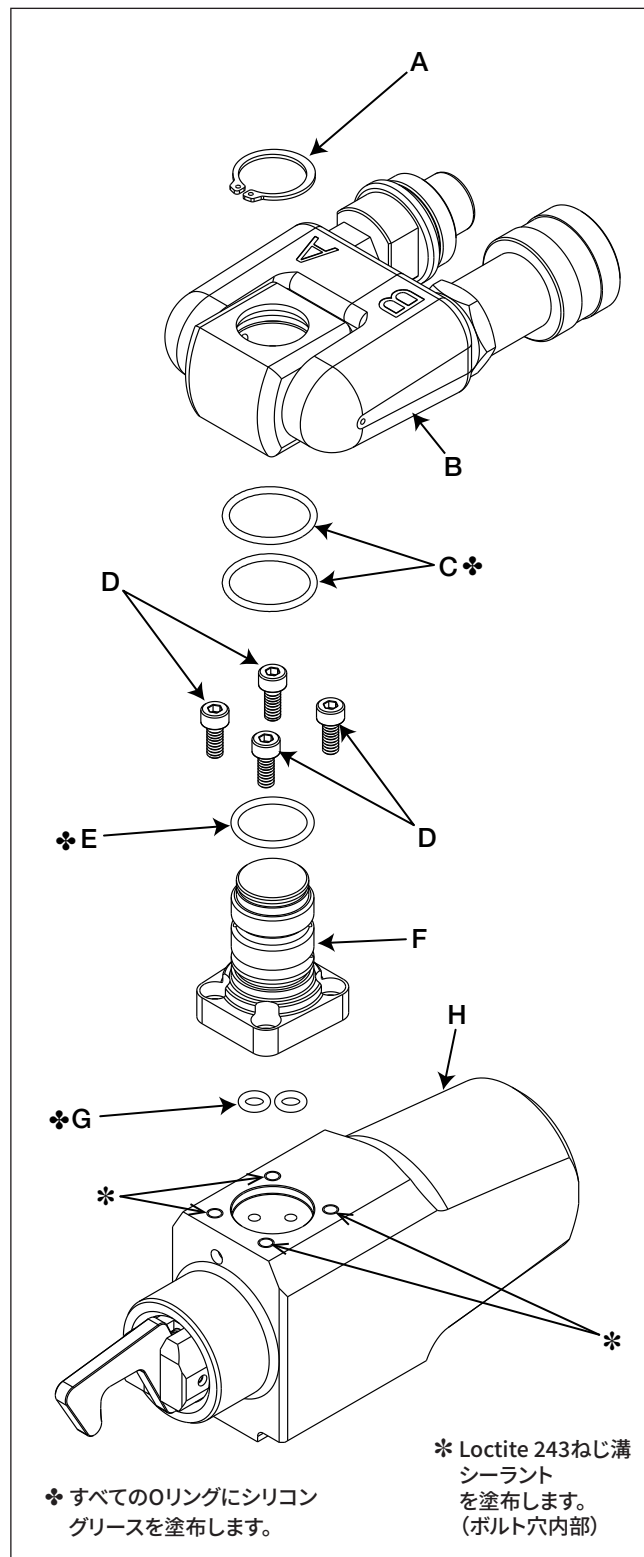
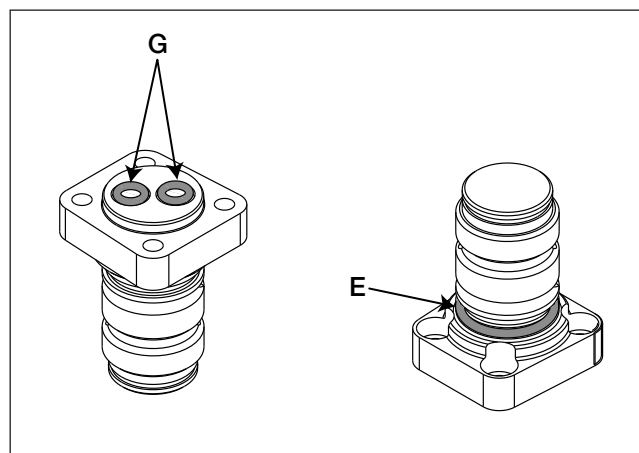
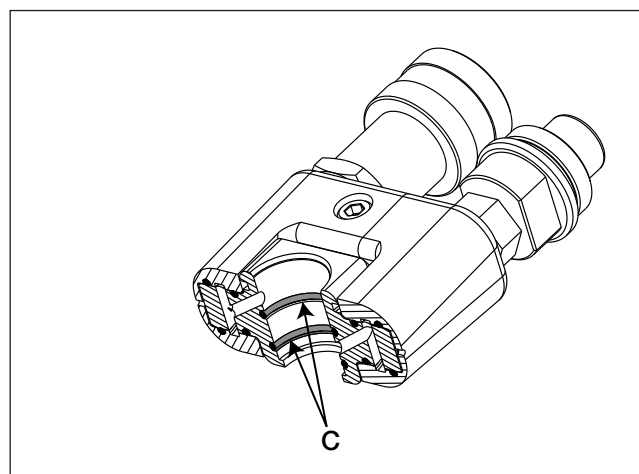
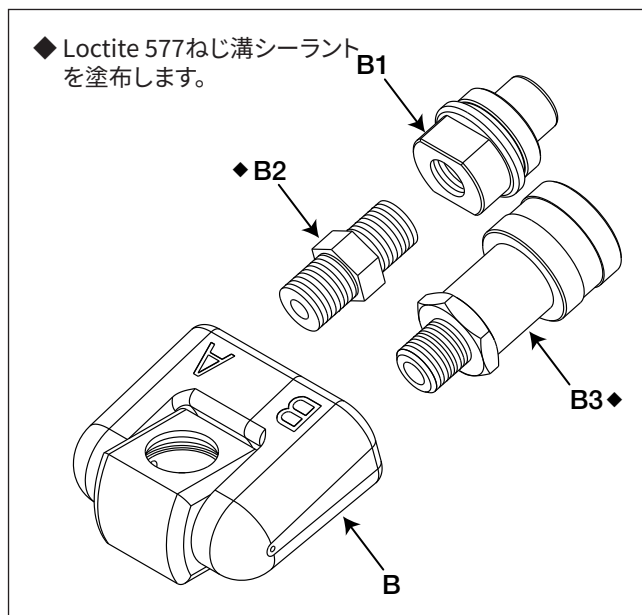

図1 展開図 - TSP300プロシリーズスイベル
図2 Oリングの取り付け、スイベルポスト
図3 Oリングの取り付け、スイベルマニホールドブロック
図4 油圧カップリングの交換
以下の手順では、図1、図2、図3を参照してください。古い部品を廃棄し、図のようにキットに同梱の新品部品と交換します。
4. スイベルポストを固定しているソケットヘッドキャップねじ (D) がしっかりと締め付けられていることを確認します。トルク値についてはセクション5.0、手順6を参照してください。
5. 古いOリング (E) をスイベルポスト (F) から取り外し、キットに同梱の新品のOリング (E) と交換します。Oリングにシリコングリースを塗布してから、取り付けます。位置については図2を参照してください。
6. キットに同梱の新品のOリング (C) 2枚を、スイベルマニホールブロックの溝に取り付けます。Oリングにシリコングリースを塗布してから、取り付けます。位置については図3を参照してください。
7. 取り付け後、すべてのOリングにシリコングリースを少量、追加で塗布します。新品のTSPスイベルアッセンブリ (B) をスイベルポスト (F) にスライドさせて慎重に入れます。
8. 同梱の新品のサークリップ固定リング (A) をスイベルポスト (A) に取り付けます。
表1 部品リスト - プロシリーズスイベルキット TSP300/TSP300MK (図1〜5)
以下の手順では、図1、図2、図3を参照してください。
1. 実施してない場合、以下の手順を行う。サークリップ固定リング (A) をスイベルポスト (F) 最上部から取り外します。ドライバーをペアで使用し、古いスイベルアッセンブリ (B) をスイベルポスト (F) から静かにこじり出します。
2. スイベルポスト (F) を固定しているソケットヘッドキャップねじ (D) 4本を取り外します。スイベルポスト (F) をドライブユニットまたはレンチハウジング (H) から静かにこじり出します。
3. ドライブユニットまたはレンチハウジング (H) の表面をすべてきれいに拭き取ります。次に、少量のLoctite 243ねじ溝シーラントをドライブユニットまたはレンチハウジング (H) のねじ式ボルト穴 (※) 4か所にそれぞれ塗布します。シーラントを油圧ポートに垂らさないように注意します。
4. 新品のOリング (G) 2枚を新品のスイベルポスト (F) のベース部分のポートに取り付けます。Oリングの位置については図2を参照してください。
5. 油圧ポートの位置が合うように注意しながら、新品のスイベルポスト (F) をドライブユニットまたはレンチハウジング (H) に置きます。Oリング (G) が落下したり、挟まったり、切断されたりしないように注意してください。
7. 同梱の新品のスイベルポストOリング (E) を取り付けます。Oリングにシリコングリースを塗布してから、取り付けます。位置については図2を参照してください。
以下に記載の手順で油圧カップリングを交換します。図1と図4を参照してください。
以下に記載の手順でスイベルアセンブリを組み立てます。図1と図5を参照してください。